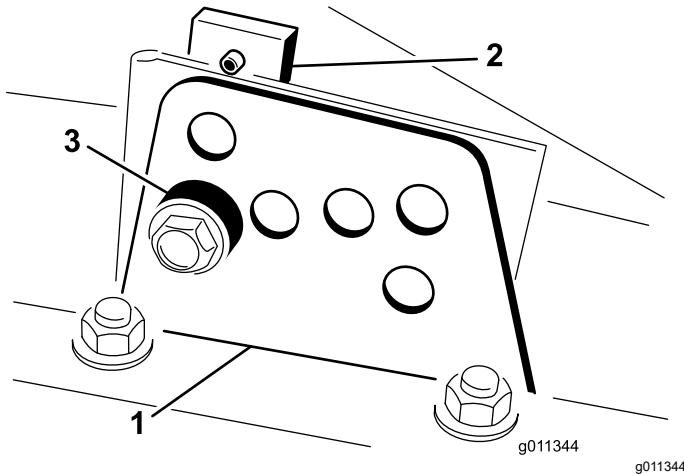

Bild 22
2. Lockern Sie die Schrauben, mit denen die Schnitthöhenhalterungen an der Schnitthöhenplatte (vorne und an beiden Seiten) befestigt sind, siehe (Bild 22).
4. Entfernen Sie das Distanzstück, während Sie gleichzeitig die Kammer abstützen (Bild 22).